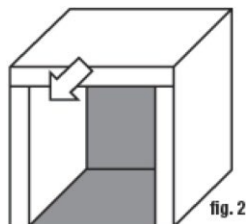

fig. 2
6. TUF COTE® TBKフェースドフォームを、ハウジングの内側および制振テープの上に取り付けます(図2)。